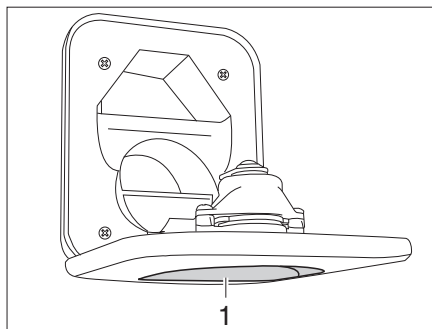

Fig. 233 Tubo de llenado de agua potable para el inodoro
- Abrir el tubo de llenado de agua potable para el inodoro (Fig. 233,1) encima de la trampilla para el depósito de aguas fecales y girarlo hacia abajo.